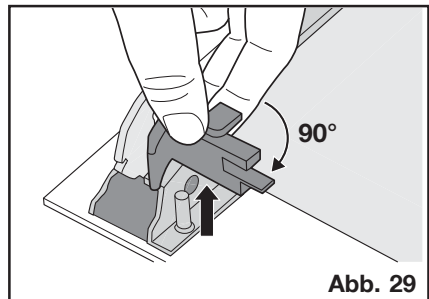

Abb. 29
8. Drehen Sie die beiden Verriegelungshebel um 90° und ziehen Sie diese aus ihrer Verankerung heraus (siehe Abb. 29).